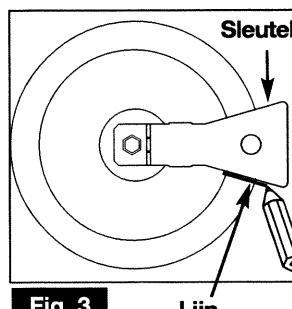

Fig. 3
- ⇒ Trek met een potlood op de aangegeven plaats een lijn op de kookplaat.(fig. 3).